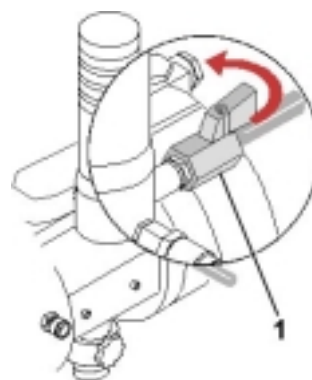

Fig.31
- 8) Finita di uscire l'aria dal tubo di scarico, chiudere il rubinetto (fig.31) in modo che la pompa possa raggiungere il proprio equilibrio statico di pressione.